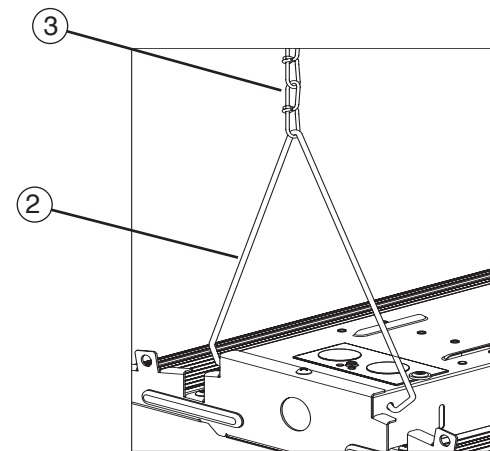

Figure 2
- 2) Attach the V-Hanger to fixture by hooking the hanger through holes on the Fixture Housing- **See Fig 2.**
- 2) Fije el colgante en V al accesorio enganchando el colgante en los orificios de la carcasa del accesorio. **Ver Fig. 2.**